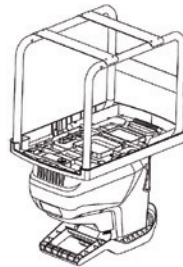

Fig.1
1. Placez le moteur à l'envers pour installer le châssis (figure 1).